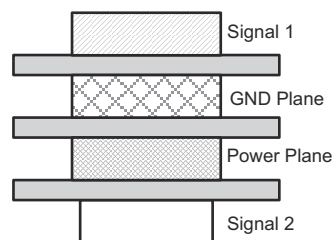

図 8-3. 4 層ボードのスタックアップ
9. **USB** に伴う高周波のため、少なくとも 4 層のプリント基板を推奨します。図 8-3 に示すように、2 つの信号層をグラウンド層と電源層で分離した構成です。